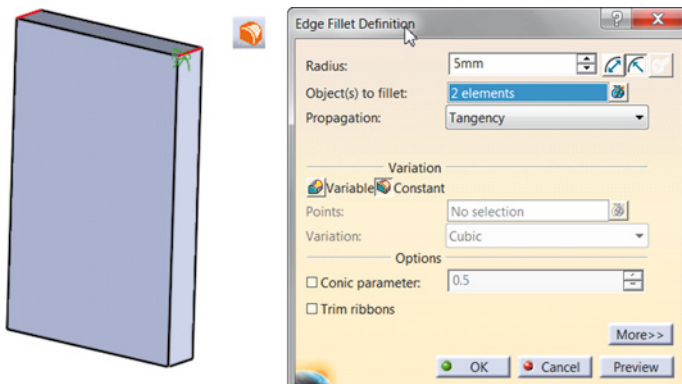

Bild 4.25 Edge Fillet-Definition
11. Edge Fillets setzen: Direkt im Anschluss an die erste Teilgeometrie werden die beiden Verrundungen gesetzt. Wählen Sie dazu die Funktion *Edge Fillet (Kantenverrundung)* aus der Funktionsgruppe *Dress-Up Features (Aufbereitungskomponenten)* an. Es öffnet sich ein Dialogfenster, in dem Sie unter dem Eingabefeld *Radius (Radius)* den Wert der Verrundung (**5 mm**) eingeben können. Durch Anwahl beliebig vieler Elemente am vorhandenen Modell (sie erscheinen rot im Modellbereich) werden die zu verrundenden Kanten definiert und in die Eingabemaske im farblich hinterlegten Feld *Object(s) to fillet (Zu verrundende(s) Objekt(e))* eingeschrieben. Sie können Körperkanten oder Flächen in die Auswahl nehmen. Wenn Sie eine Fläche wählen, werden automatisch alle angrenzenden Kanten verrundet. Selektierte Elemente nehmen Sie durch erneute Anwahl wieder aus der Selektion heraus. Wählen Sie hier die zwei zu verrundenden Kanten aus und bestätigen mit **OK** (Bild 4.25).